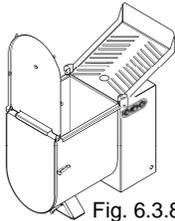

Fig. 6.3.8
- On se trouve maintenant face à une surface lisse facile à nettoyer. Fig. 6.3.8.